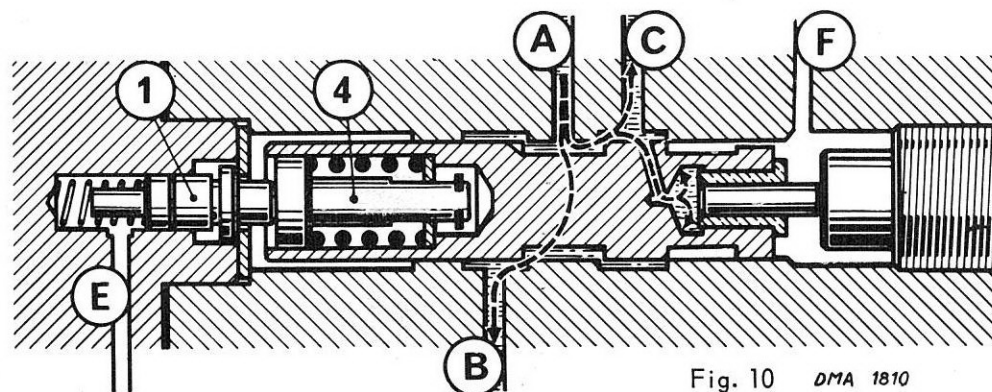

Fig. 10 DMA 1810
la remorque. Elle est déterminée par la résistance du ressort, elle-même fonction de la position de l'ensemble (1) et (4), donnée par la pression en (E). (fig. 10)